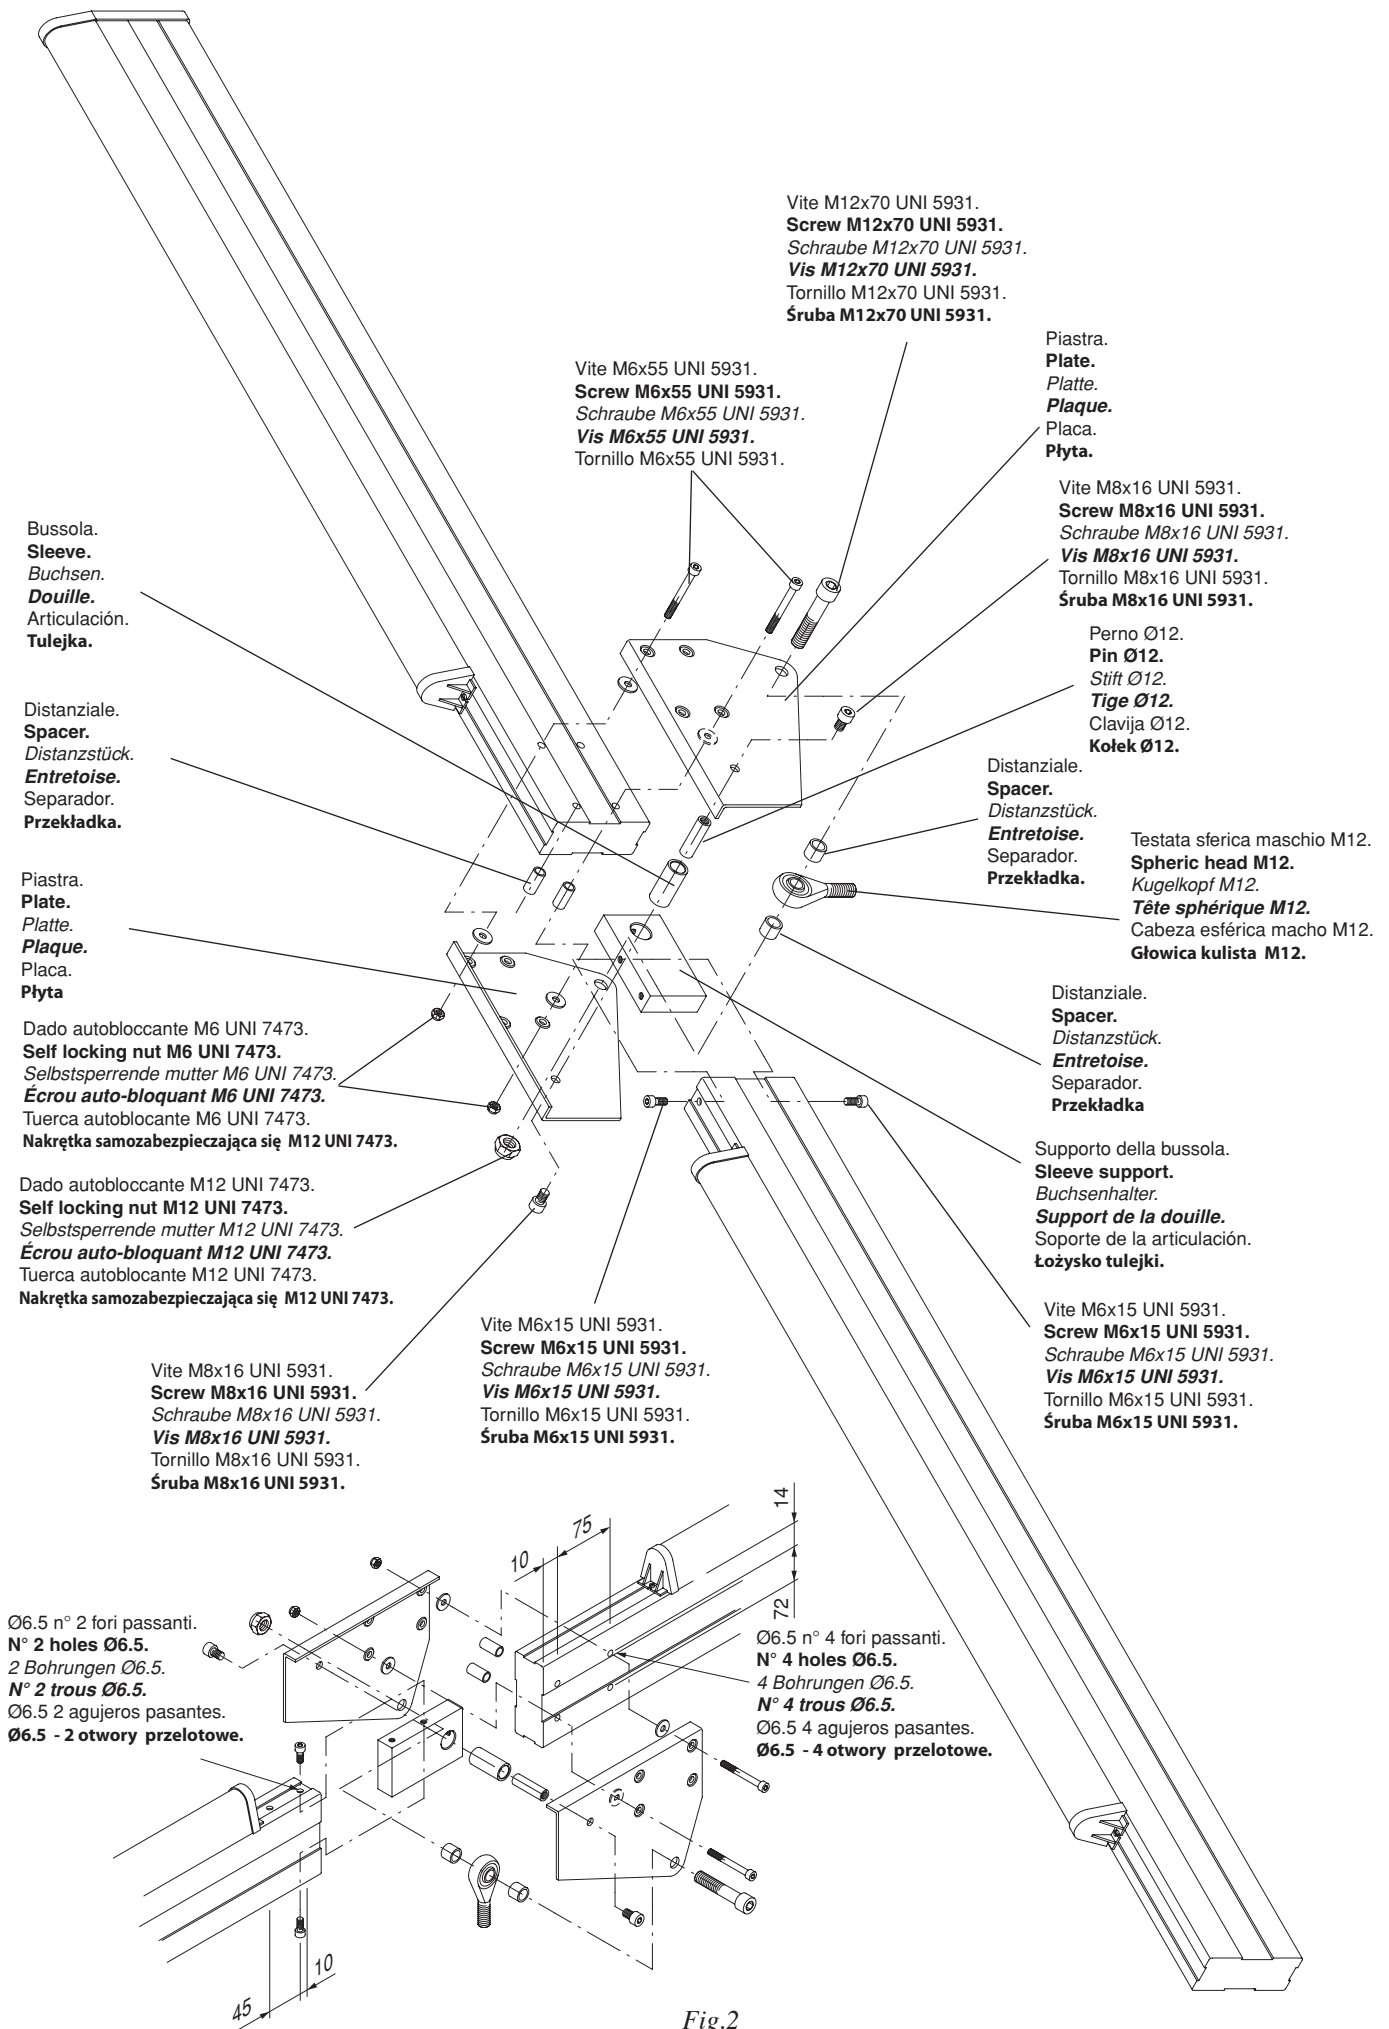

Fig.2
- Tagliare a misura e forare i due spezzoni d'asta secondo le misure di fig. 2.
- Assemblare le due piastre sul profilo di lunghezza L2 senza bloccare le viti (fig. 2).
- Inserire il supporto della bussola nel profilo di lunghezza L1 e bloccare le viti (fig. 2).
- Inserire il perno Ø12 nel supporto e fissarlo con le due viti M8 (fig. 2).
- Cut to length and bore the two rod pieces as per measurements given in fig. 2.
- Assemble the two plates on length L2 without tightening the screws (fig. 2).
- Insert the sleeve support in the length L1 and fix the screw (fig. 2).
- Insert the Ø 12 mm pin in the support and secure it with two M8 screws (fig. 2).
- Die zwei Stangenstücke nach den Maßen auf Bild 2 maßschneiden und bohren.
- Die zwei Platten an dem Längsprofil L2 zusammenfügen, ohne die Schrauben zu sperren (Bild 2).
- Den Buchsenhalter in das Längsprofil L1 einführen und die Schrauben anziehen (Bild 2).
- Couper aux bonnes dimensions et percer les deux morceaux de tige selon les mesures de la Fig. 2.
- Assembler les deux plaques sur le profil de longueur L2 sans bloquer les vis (fig. 2).
- Insérer le support de la douille dans le profil de longueur L1 et bloquer les vis (fig. 2).
- Insérer la tige $\varnothing 12$ sur le support et la fixer avec les deux vis M8 (fig. 2).
- Cortar a medida y agujerear las dos piezas del asta según las medidas de la fig. 2.
- Ensamblar las dos placas sobre el perfil de longitud L2 sin bloquear los tonillos (fig. 2).
- Insertar el soporte de la articulación en el perfil de longitud L1 y apretar los tornillos (fig. 2).